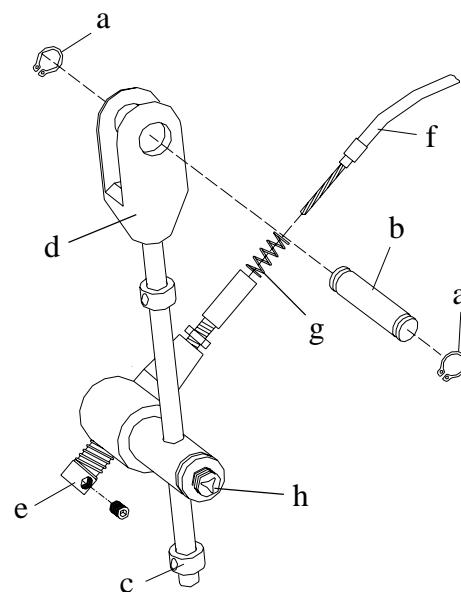

fig. 2
- Lossa tippstången (d) från sitsramen genom att ta bort en av spåringarna (a) och dra ut sprinten (b), se fig.2, (använd spåringstång).
- Dra åt muttrarna (3) och (6) ordentligt.
- Stick ner tippstängan i tipplåset samtidigt som låstappen (e) trycks in, se fig. 2. Om tippstängan går väl tungt, kan man skruva ut slirbromsen (h) något varv. Se till att tippstängan låser i något hål ungt. mitt på stängan.